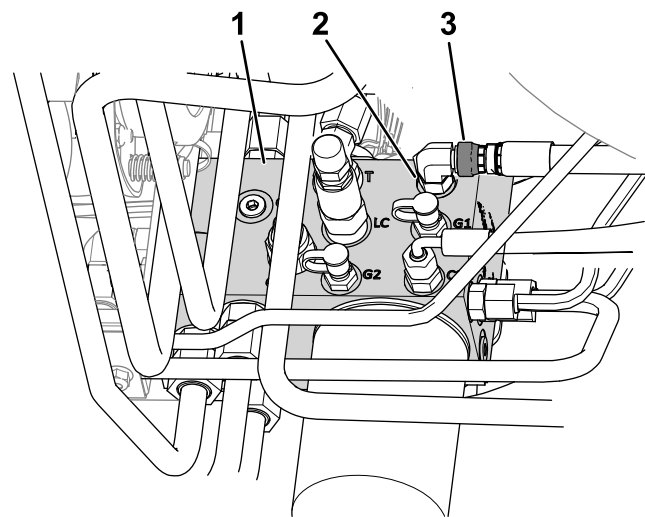

Figure 8
- B. Desserrez l'écrou pivotant du flexible relié à l'orifice C1 du collecteur hydraulique (Figure 8).
- E. Serrez l'écrou pivotant de flexible sur l'orifice C1 (Figure 8) à 41 N·m.